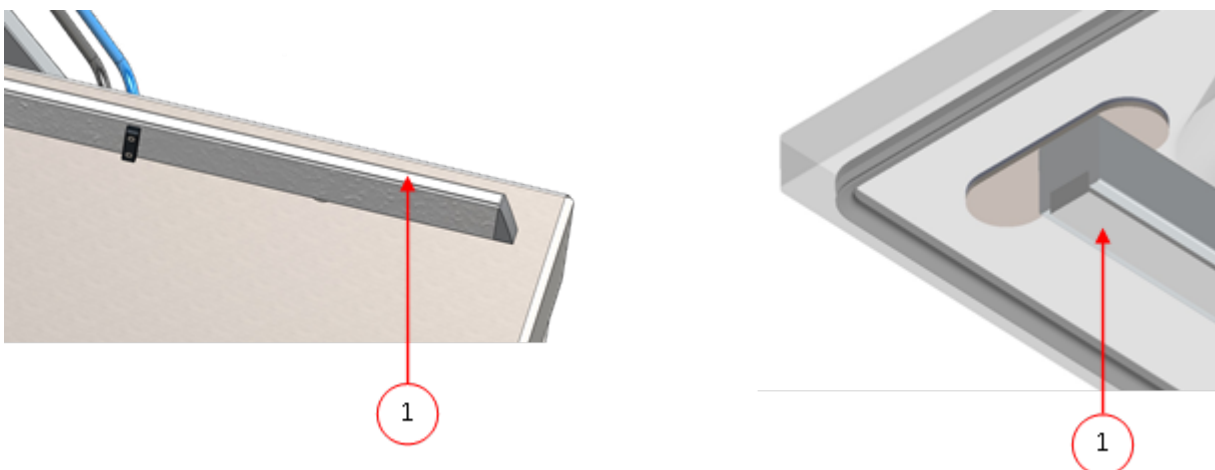

Abbildung 21: Austausch des Silikongummis der Silikonhalter
1. Ziehen Sie das alte Silikongummi vom Halter ab, vgl. *Abbildung 21: Austausch des Silikongummis der Silikonhalter* auf Seite 60.